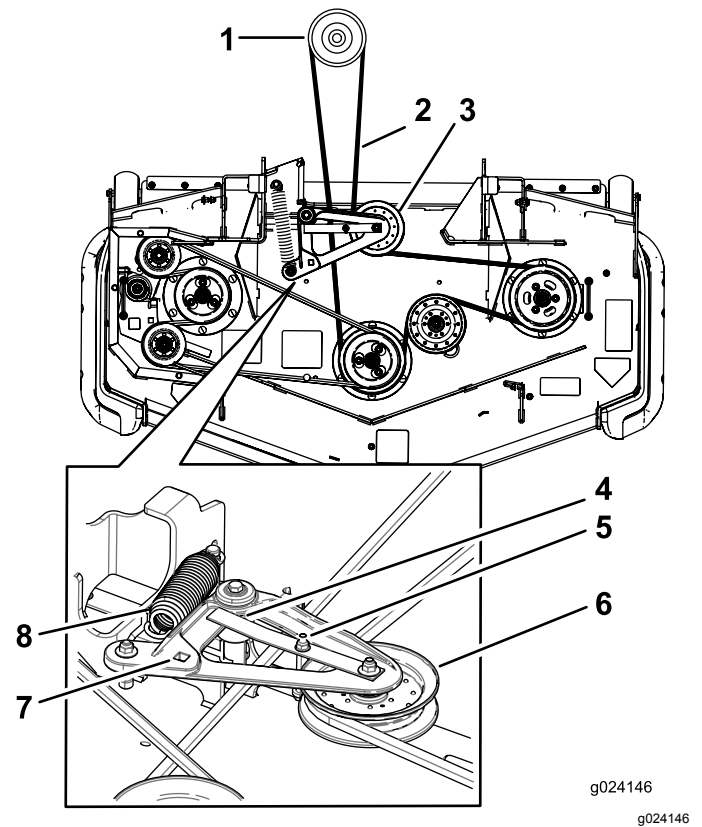

Figura 93
6. Utilice una llave de carraca en el taladro cuadrado del brazo tensor para aliviar la tensión del muelle tensor (Figura 93).
8. Pase la correa nueva alrededor de las poleas del cortacésped y de la polea del embrague, debajo del motor (Figura 93).
9. Asegúrese de que la pestaña de la guía de la correa entra en contacto con el buje pivotante (Figura 93).
10. Utilizando la llave de carraca en el taladro cuadrado, instale la correa alrededor de la polea tensora tensada con muelle (Figura 93). Asiente los extremos del muelle en las ranuras de anclaje.